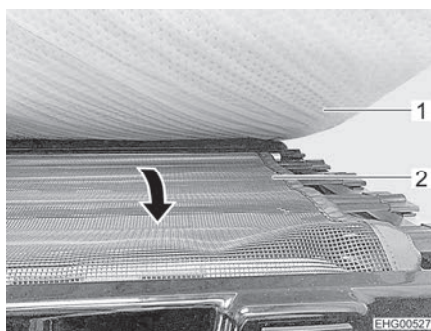

Fig. 92 Filet de sécurité
- Extraire le filet de sécurité (Fig. 92,2) disposé sous le matelas (Fig. 92,1) et le tendre sur l'ouverture de montée.